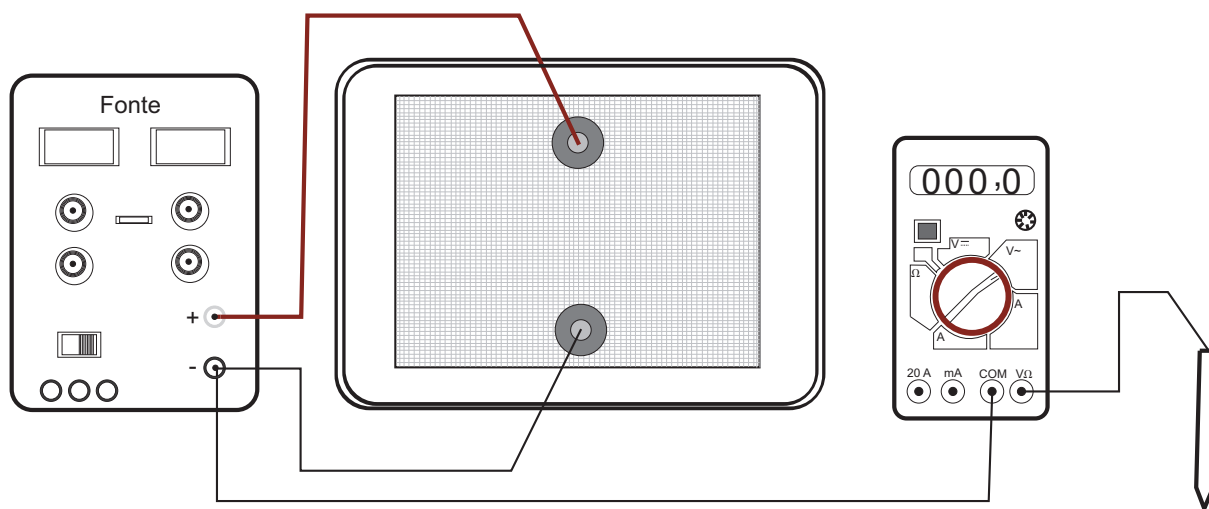

Figura 5: Esquema para montagem experimental utilizando dois eletrodos com geometria cilíndrica.
1. Montar o equipamento como a Figura 5.